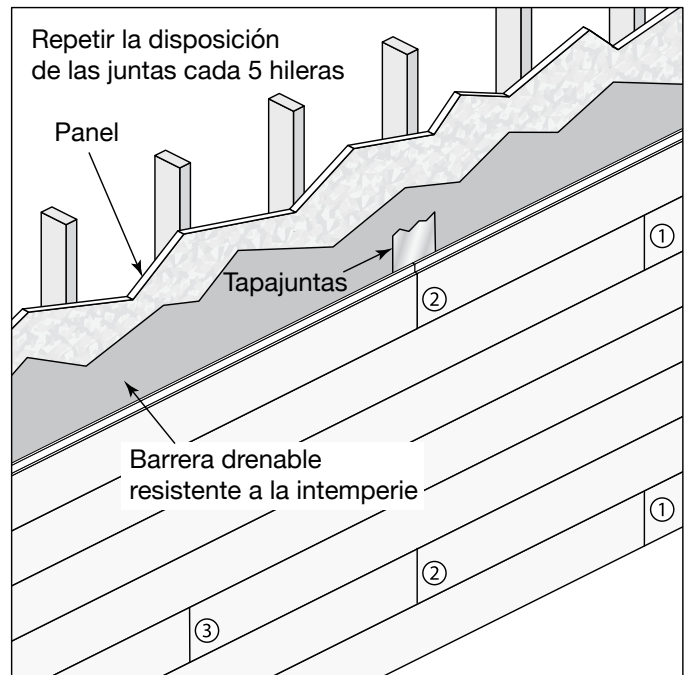

Fig. 5
- Siempre escalone sus juntas a tope sobre las ubicaciones de los montantes (**Fig. 5**).